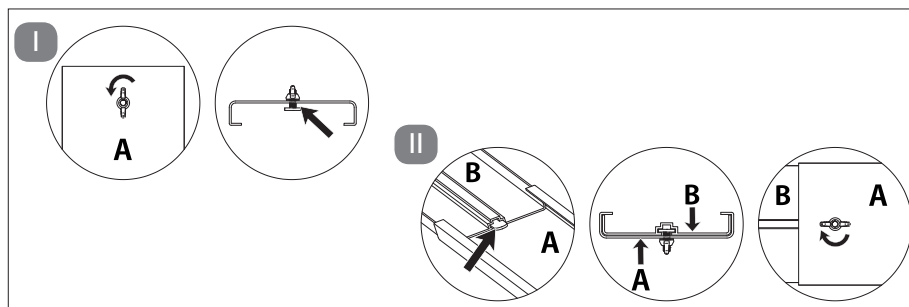

Abb. 14 – Größe des Fensterkits anpassen
- ▶ Lösen Sie die Flügelmutter soweit, dass ein Freiraum zwischen dem Teil A des Fensterkits und dem Gleiter entstehen. (**siehe Abb.14 Schritt I**).
Stellen Sie das Fensterkit auf die gewünschte Größe ein, indem Sie das Fensterkit zusammenschieben bzw. auseinanderziehen und ziehen Sie die Flügelmutter wieder an. (**siehe Abb.14 Schritt II**).